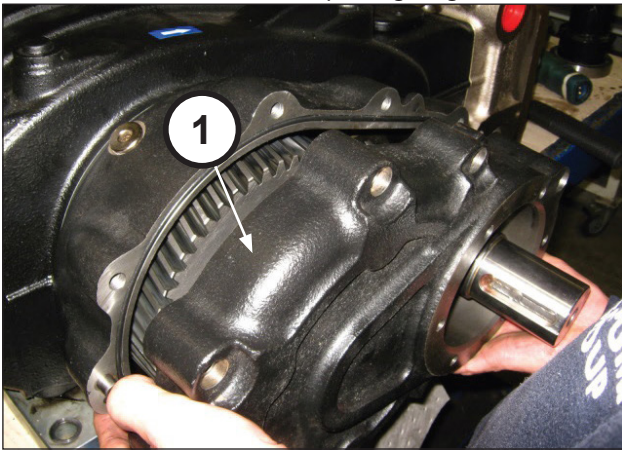
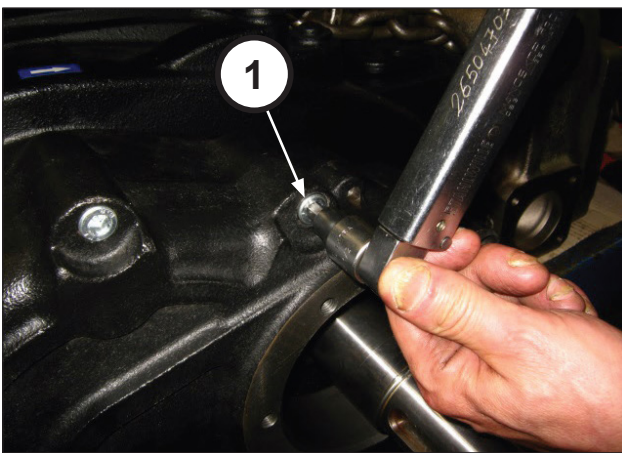

Abb. 78
Abb. 79
Montieren Sie den Getriebedeckel (Pos. ①, Abb. 78) und befestigen Sie den Deckel anhand von 10 Schrauben M10x50 (Pos. ①, Abb. 79). Eichen Sie die Schrauben mit einem Drehmomentschlüssel, wie in Kapitel 3 gezeigt.